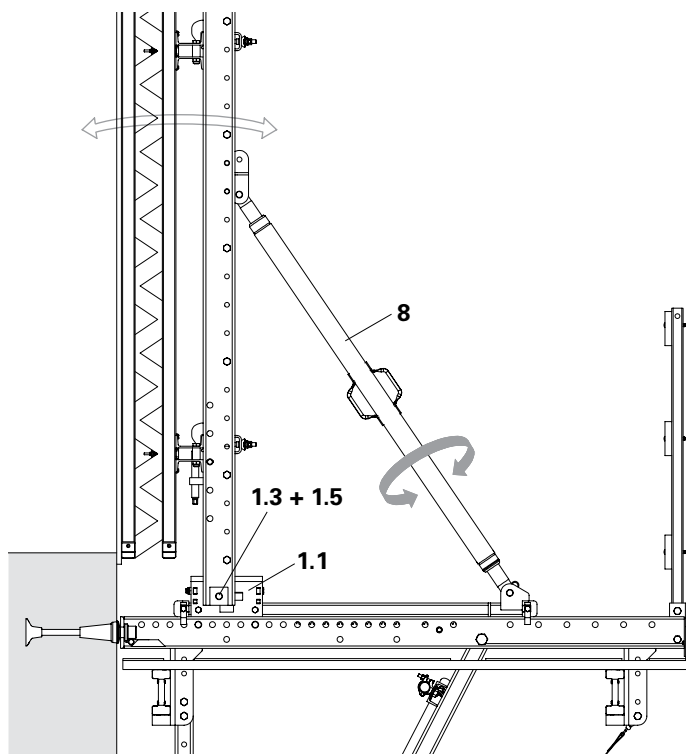

Fig. A4.01
(Fig. A4.01)
1. Ruotare il puntone (8) (2x). (Fig. A4.01)